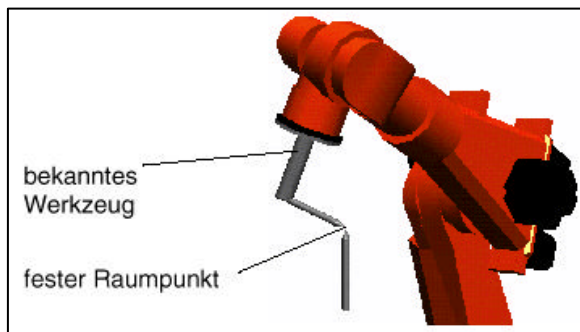

Bild 2.1
- Referenzpunkt anfahren (Bild 2.1)